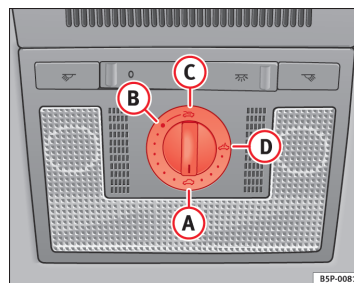

Fig. 68 Udsnit af loftet: drejekontakt til skyde-/vippetag
- Drej kontakten til position **(A)** ⇒ Fig. 68 ⇒ **(A)**.